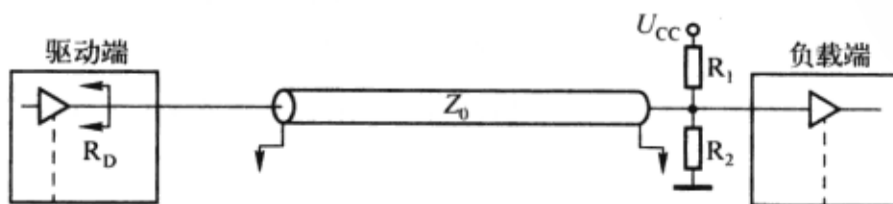

图 3-3-10 戴维南匹配
(2) 戴维南 (Thevenin) 并行端接：考虑到使用单个的并联电阻匹配会导致占空比的失调，还有一种比较流行的并联匹配方式——戴维南匹配，如图 3-3-10 所示。